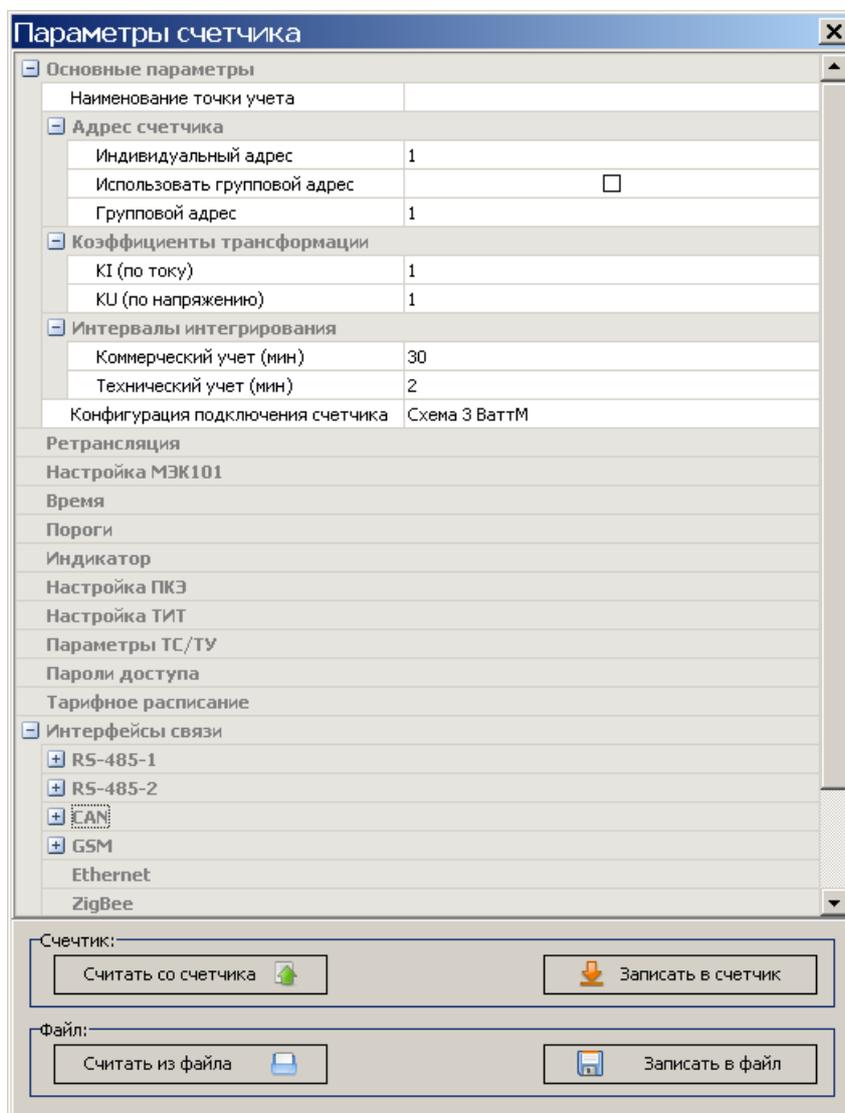

Рисунок 3.11
- в окне *Параметры счетчика* (рисунок 3.11), которое открывается с помощью пункта *Настройка параметров...* контекстного меню объекта *Счетчик*;